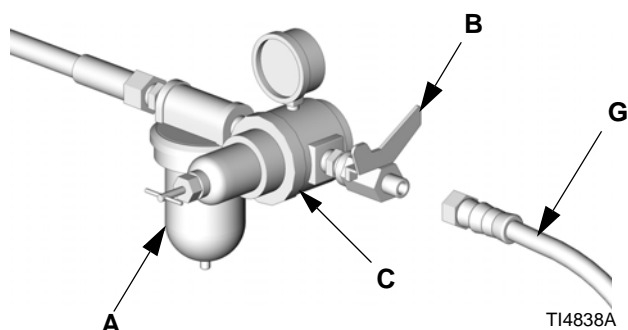

FIG. 3
6. Anslut andra änden av luftslangen (G) till utloppet på avstängningskranen. Se FIG. 3.